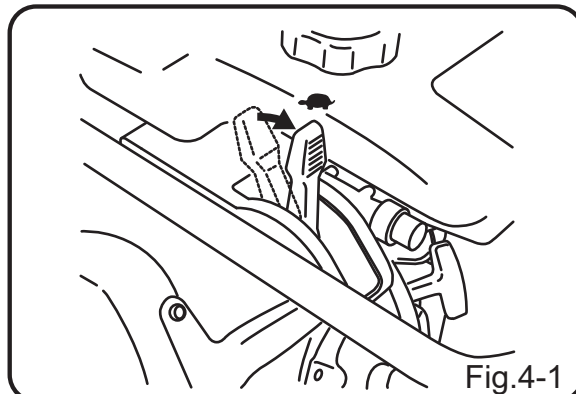

Fig.4-1
- 1) Ruotare la leva dell'acceleratore dalla posizione d'arresto alla posizione di minimo (☛). Questo permette di aprire la valvola del carburante e il circuito elettrico del motore si apre automaticamente. (Fig.4-1)